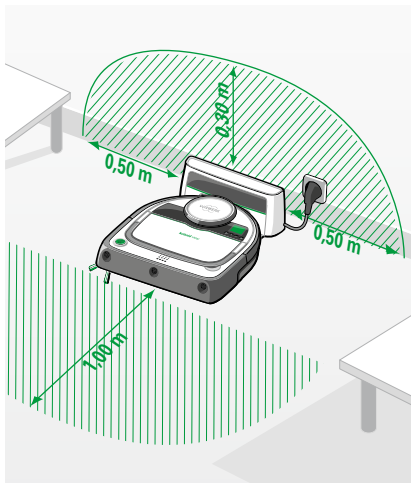

Bild 2.5 Einrichten der Basisstation
- Stellen Sie die Basisstation auf einen ebenen Untergrund an eine Wand, sodass die Ladekontakte und das Infrarotfenster für den Saugroboter frei zugänglich sind (Bild 2.5).